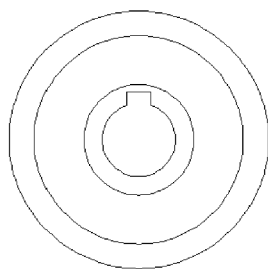

图 13-19 绘制的轮廓
2) 单击【常用】功能区 | 【绘图】选项板 | 【圆】按钮 ，捕捉之前绘制的圆柱的圆心作为圆心，在命令行中输入半径 15，按回车键，绘制出一个直径为 30 的圆，用同样方法绘制一个直径为 42 的圆，两个圆同心如图 13-19 所示。